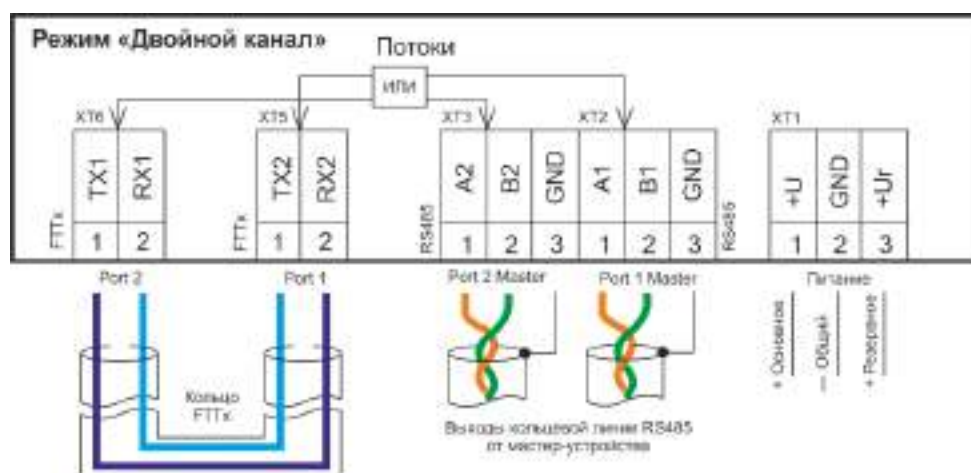

Рисунок 91. Использование RS485/FTTx-S-SC в режиме «Двойной канал»
- Режим «двойной канал» (рисунок 91) предназначен для формирования основной и резервной (кольцевой) оптоволоконной линии связи от мастер-устройств с двумя выходными портами RS485, имеющими возможность осуществлять контроль линии RS485 на обрыв (ОЛС ВПУ-A24/700 и аналогичные).